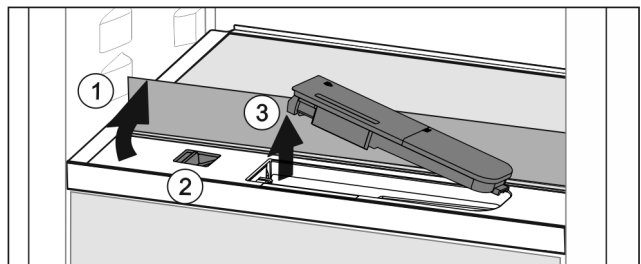

Fig. 87
- ▶ Nosta lasilevyä ja käännä se taaksepäin vasteseeseen saakka Fig. 87 (1).
- ▶ Siirrä säädintä Fig. 87 (2) vasemmalle.
- ▶ Poista vesisäiliö Fig. 87 (3).